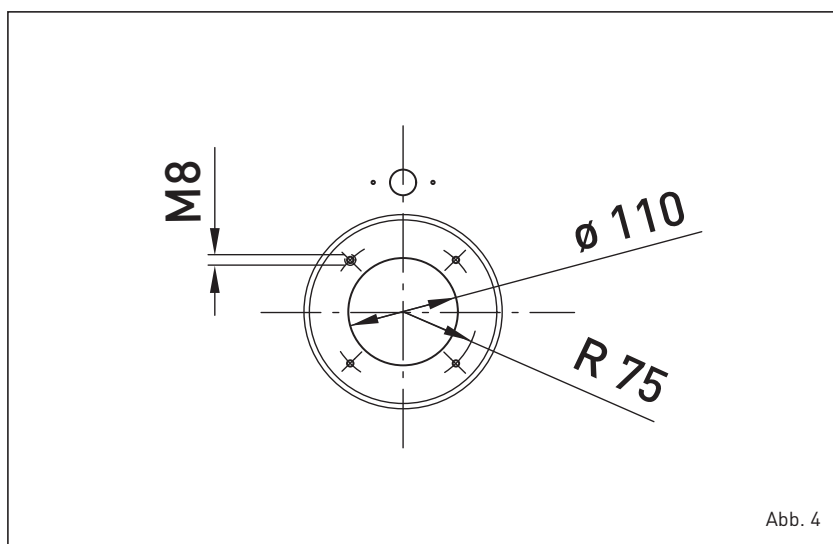

Abb. 4
1.7.2 Montage des Brenners (Abb. 4)
Die Kesseltür ist bereits für die Montage des Brenners vorbereitet (Abb. 4).